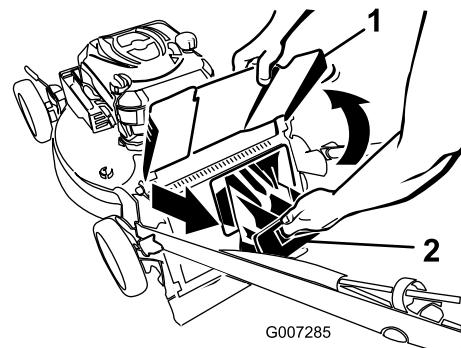

Figura 30
- Sollevate il deflettore di scarico e tenetelo sollevato (Figura 30).
- Estraete il coperchio di scarico posteriore (Figura 30).